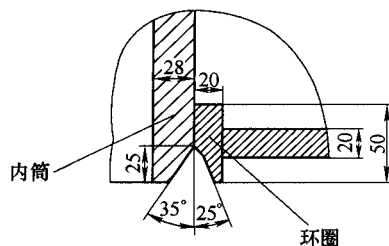

图 3 机械加工坡口
(4) 坡口的制定 根据工件的特点，用火焰气割去除外筒，对有缺陷的焊缝进行机械加工处理，重新加工后的坡口如图 3 所示。